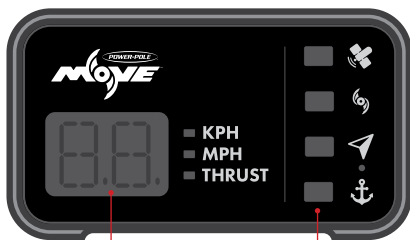

図3
- ステップ7 トップハウジングを所定の位置にカチッとはめ、底部ハウジングとの隙間がないように取り付けます。図3